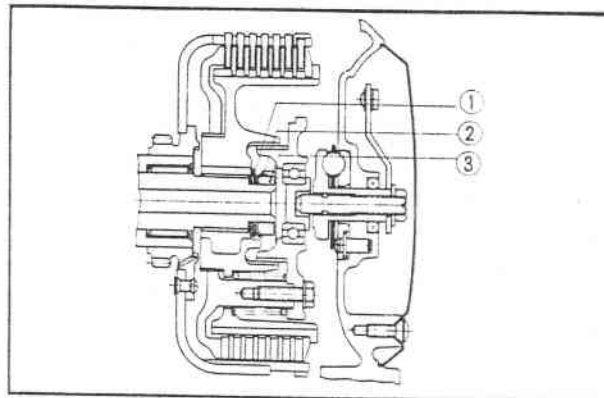

Fig. 4-10 ① Rondelle élastique
4. Monter la couronne centrale, la rondelle élastique (languette vers l'avant), la rondelle frein et l'écrou de blocage, dans cet ordre. Serrer au moyen de la clé à douille appropriée (numéro de référence 07086-30001) à un couple compris entre 4,5 et 5,0m·kg. Voir la figure 4-10 pour le montage de la rondelle élastique.